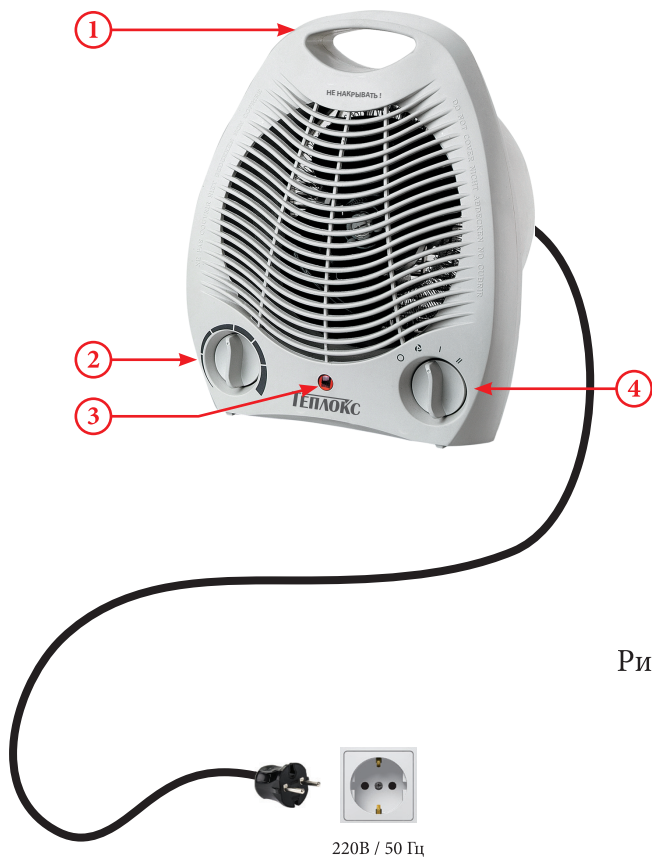

Рис. 1
Поверните ручку термостата (рис.1 пункт 2) по часовой стрелке в крайнее правое положение, при этом слышен характерный щелчок говорящий о том, что электрическая цепь термостата замкнута.
Поверните ручку режимов работы (рис.1 пункт 4) в положение "☼", при этом включится вентилятор, в этом режиме нагрев воздуха не происходит. Используйте этот режим как обычный вентилятор.
Поверните ручку режимов работы (рис.1 пункт 4) далее по часовой стрелке в положение " I ", при этом вентилятор продолжит выдувать воздух и включится первый контур нагрева мощностью 1000 Вт.
Поверните ручку режимов работы (рис.1 пункт 4) далее по часовой стрелке в положение " II ", при этом продолжит работу вентилятор и первый контур нагрева, плюс включится второй контур нагрева мощностью 1000 Вт при этом суммарная мощность нагрева составит 2000 Вт.
Дождитесь пока температура воздуха в помещении будет для вас комфортна и поверните ручку термостата (рис.1 пункт 2) против часовой стрелки до щелчка, при этом погаснет индикатор работы (рис.1 пункт 3). Выбранная вами температура будет поддерживаться в автоматическом режиме.
1. Поверните ручку режимов работы (рис.1 пункт 4) в положение "☁", при этом отключатся оба контура обогрева, а вентилятор продолжит работать.
3. Поверните ручку режимов работы (рис.1 пункт 4) в положение "O", при этом отключится вентилятор.